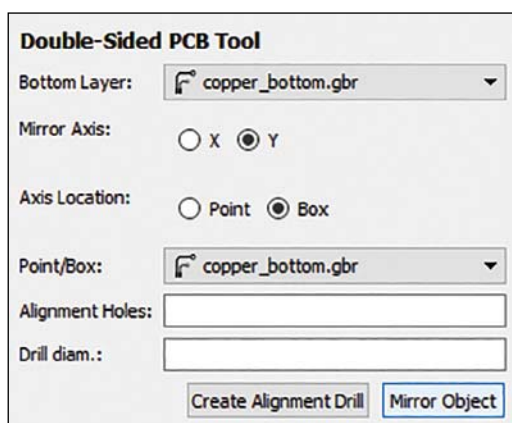

Fig. 11
- Cliccare su "Generate Geometry", apparirà una linea rossa all'interno delle tracce di isolamento, ad indicare che una sola passata sarà sufficiente per eliminare il rame in eccesso; nella **Fig. 11** abbiamo ingrandito l'immagine, e simulato sia l'uso del bulino da 0,2 mm (sopra) che quello da 0,1 mm (sotto) in modo da rendere evidente il fatto che nel secondo caso la CNC dovrà fare due passate per garantire l'isolamento previsto dal DRU.